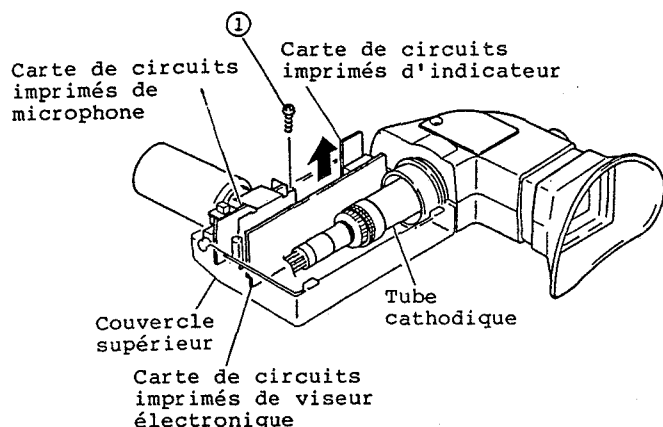

Fig. 2-152
1. Retirer une (1) vis de fixation immobilisant la plaque de blindage de viseur électronique. (Se reporter à la figure 2-152)